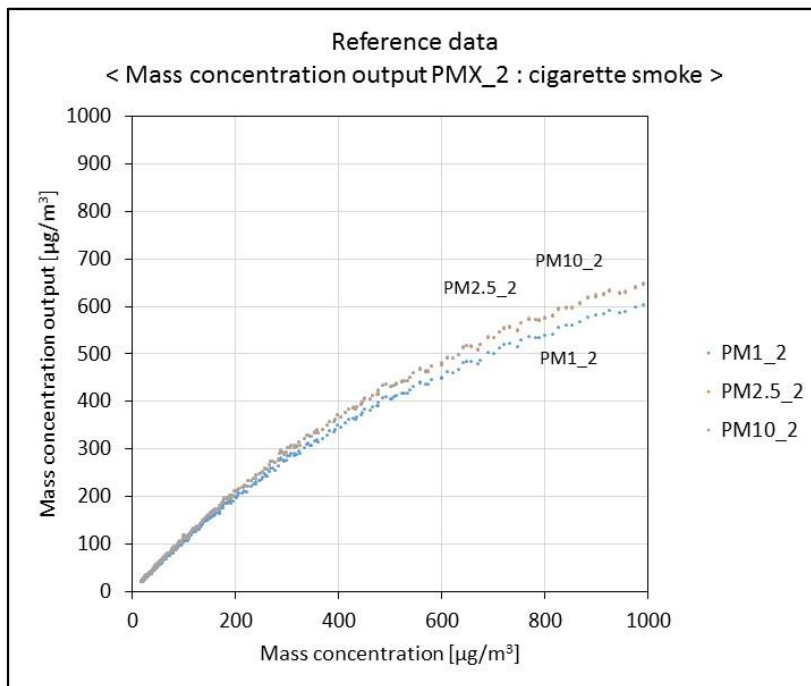

Fig. 17. 質量濃度出力 : たばこ煙 (Mass concentration output : cigarette smoke)
- 横軸の質量濃度 [$\mu\text{g}/\text{m}^3$] の測定には、TSI社製 DustTrak™ II _model8530を基準計測器として使用。Fig. 17のたばこ煙の測定に関しては、基準器の出力に調整係数：0.38を掛けています。
- To measure the mass concentration [$\mu\text{g}/\text{m}^3$] on the horizontal axis, TSI DustTrak™ II _model8530 is used as a reference measuring instrument. For the measurement of cigarette smoke in Fig.17, the output of the reference instrument is multiplied by an adjustment factor of 0.38.